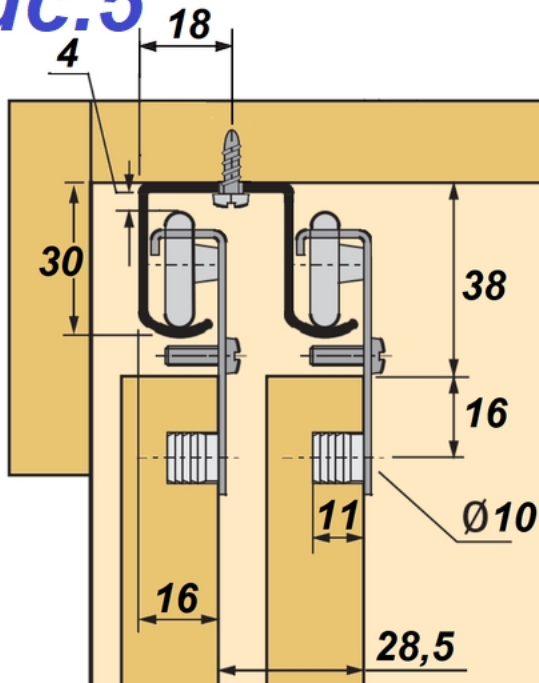

рис.6
- Направляющие ползунки устанавливаются в нижнем торце створки (рис.6,7).